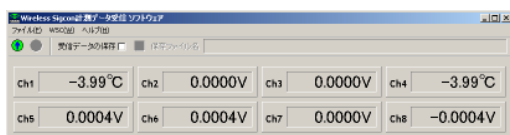

図 33. **WSC** 計測ソフトウェアの画面
- ① パソコンにインストールした **WSC** 計測ソフトウェア『WSC\_Measure.EXE』を起動します。
- ② 図 33 のような画面が表示されます。計測データをファイルに保存する場合には『受信データの保存』にチェックを入れて、ツールバーの『保存ファイル名の指定』をクリックして保存先のフォルダ、ファイル名を指定してください。
- ③ 送信機～受信機の通信が確立していることを確認し、ツールバーの『計測開始』ボタン(左端)をクリックしてください。
- ④ 正常に計測ができている場合には、画面に計測データが表示されます。また、『受信データの保存』がチェックされている場合には指定されたファイルに計測データが保存されます。送信機～受信機の通信が途絶した場合にはデータ表示欄に『—』と表示され、データも保存されません。送信機～受信機間の通信が復旧した時点でデータの表示と保存が再開されます。
- ⑤ 計測を停止する場合にはツールバーの『計測停止』ボタン(左から2番目)をクリックしてください。